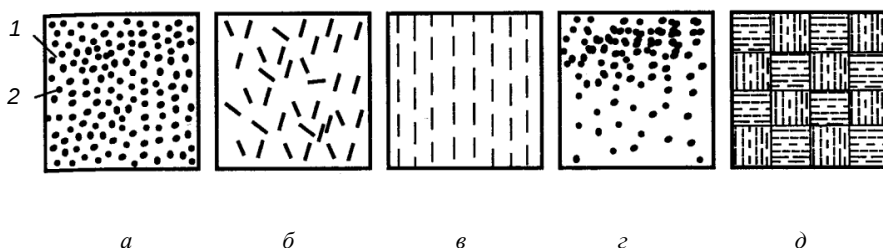

Рисунок 5 – Схемы структуры дисперсно-наполненных композитов:
• Дисперсно-наполненные композиты (рисунок 5) состоят из непрерывной матрицы, в которой дисперсная фаза распределена в виде твердых частиц (порошок, короткие волокна, микросферы и т. д.), либо включений жидкости или газа.